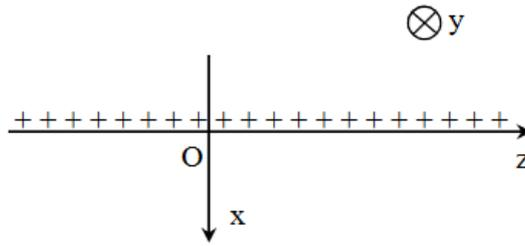

FIGURE 1 – Plan infini chargé.
Parmi les méthodes possibles pour mesurer une accélération, il existe une méthode électrostatique basé sur l'emploi d'un condensateur. On considère un plan infini (assimilé au plan  $yOz$ ) uniformément chargé en surface, avec une densité surfacique positive de charges notée  $\sigma$  (figure 1). On cherche à déterminer le champ électrostatique engendré par ce plan dans tout l'espace.
**Consignes :** on note  $g$  l'accélération de la pesanteur. On notera systématiquement  $T$  et  $N$  les normes des composantes tangentielle et normale de la réaction du support  $S$  sur le solide 1 (figure 1), avec  $f_g$  le coefficient de frottement dynamique. On supposera l'appui du solide 1 uniformément réparti avec une même valeur du coefficient de frottement en tout point de la surface de contact.